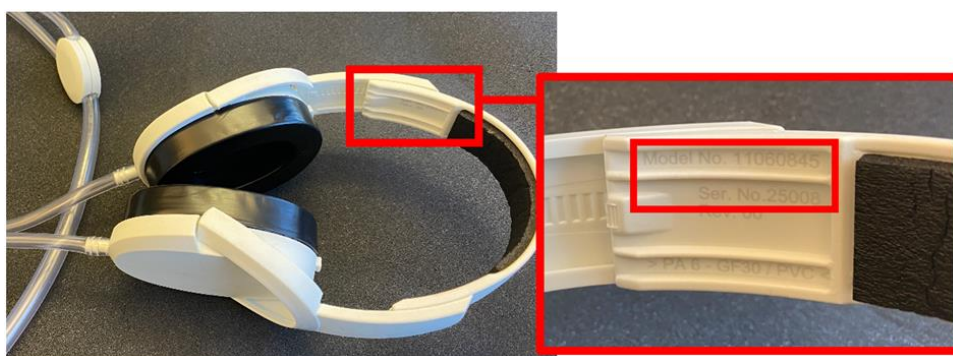

Figura 1: Localização do número de modelo e do número de série dos fones de ouvido
- Verifique o número do modelo e o número de série de seus fones de ouvido. Consulte a *Figura 1* para ver sua localização nos fones de ouvido. Se o número do modelo não for idêntico ou o número de série estiver fora do intervalo declarado (7981 – 32200), eles não serão afetados.